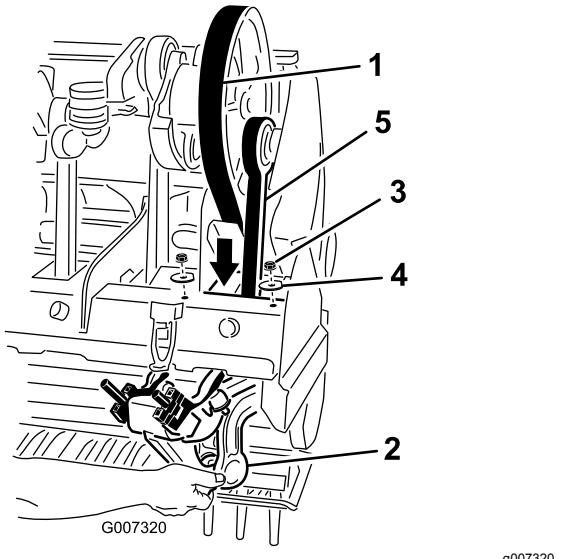

Figura 39
5. Afloje y retire las 2 contratuerca y arandelas que sujetan el amortiguador rotalink para el brazo de taladros n.º 1 (Figura 39).
7. Pase la correa de transmisión a través del bastidor del cabezal de perforación y alrededor del extremo inferior del brazo de taladros n.º 1 (Figura 39).